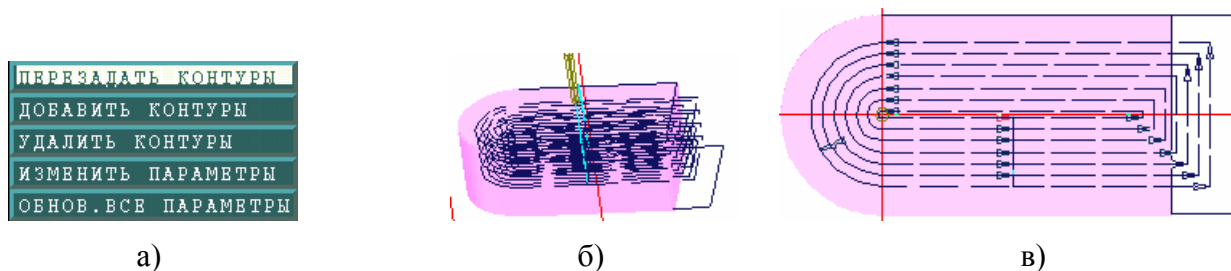

Рисунок 36 – Новый колодец
- 1.8.6.4. Появляется меню, где выбираем пункт **ПЕРЕЗАДАТЬ КОНТУРЫ** (рисунок 36а).
В результате система изменила колодец (рисунок 36б).